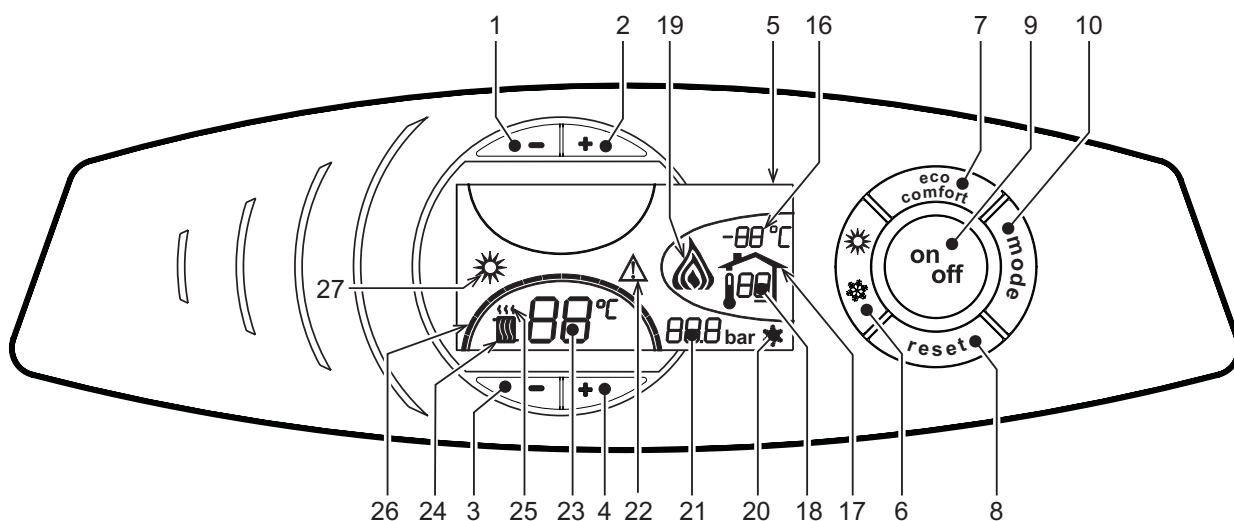
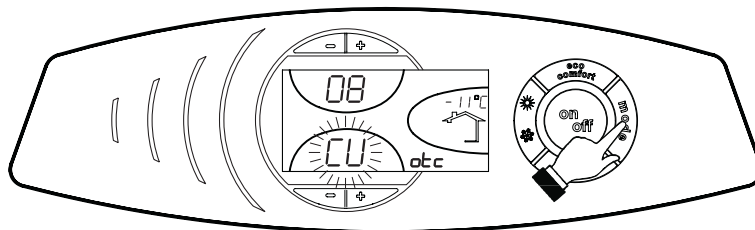
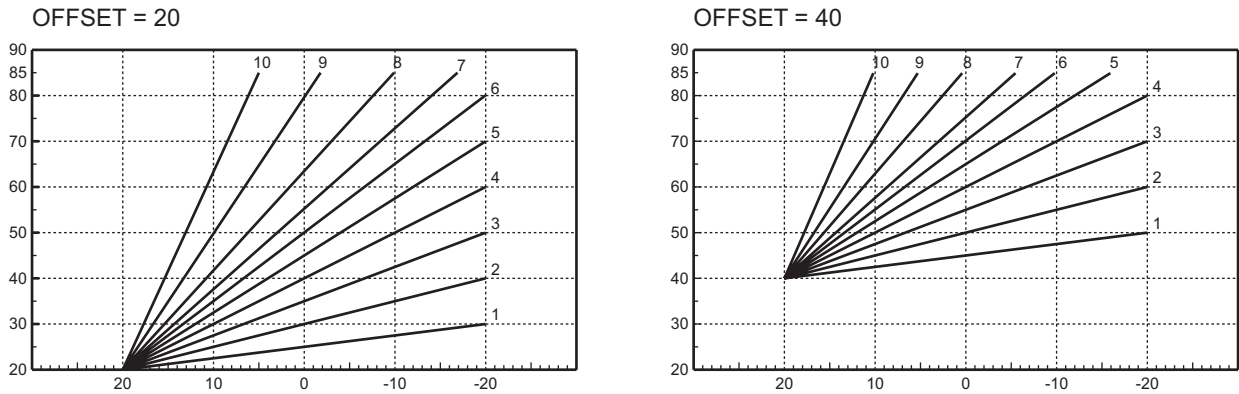

рис. 1 - Панель управления
рис. 10 - Кривая компенсации
рис. 13 - Пример параллельного смещения компенсационных характеристик
О поступлении команды на включение отопления (от комнатного термостата или от пульта ДУ с таймером) предупреждает мигание индикатора теплого воздуха, установленного на радиаторе (поз. 24 и 25 - рис. 1).
Индексные метки с подсветкой системы отопления (поз. 26 - рис. 1), загораются по мере приближения измеряемой датчиком температуры к заданному значению.
Нажмите кнопку  (поз. 9 - рис. 1) и держите ее нажатой в течение 1 секунды.
Для повторного включения котла снова нажмите кнопку  (поз. 9 рис. 1) и держите ее нажатой в течение 1 секунды.
- Нажмите кнопку ВКЛ/ВЫКЛ (9 - рис. 1)
Нажмите клавишу  (поз. 6 - рис. 1) в течение 1 секунды.
На дисплее высвечивается символ "Лето" (поз. 27 - рис. 1). При этом котел будет вырабатывать только воду для ГВС. При этом система защиты от замерзания остается активной.
Для выключения режима "Лето" вновь нажмите клавишу  (дет. 6 - рис. 1) в течение 1 секунды.
Температура в системе отопления регулируется в пределах от 30 °С до 90 °С с помощью клавиш  (дет. 3 и 4 - рис. 1); однако, не рекомендуется эксплуатировать котел при температуре ниже 45 °С.
Температура  в системе ГВС регулируется в пределах от 10°С до 65°С с помощью клавиш (поз. 1 и 2 - рис. 1).
При наличии датчика температуры наружного воздуха (опция) на дисплее панели управления (дет. 5 - рис. 1) отображается измеряемая этим датчиком температура. При этом система управления котлом работает в режиме "Плавающая температура". В этом режиме температура воды, подаваемой в систему отопления, регулируется в зависимости от климатических условий внешней среды с тем, чтобы обеспечить максимальный комфорт и экономию энергетических ресурсов в течение всего года. Так, при повышении внешней температуры понижается температура подачи воды в систему отопления, что производится по определенной "кривой компенсации".
С переключением на режим "Плавающей температуры" показатель температуры, устанавливаемый клавишами  (дет. 3 и 4 - рис. 1) соответствует максимальной температуре подачи воды в систему отопления. Рекомендуется устанавливать максимальное значение заданной температуры с тем, чтобы позволить системе регулировать изменение температуры во всем диапазоне значений.
При однократном нажатии кнопки  (поз. 10 - рис. 1) на дисплей выводится текущая компенсационная характеристика (рис. 10), которую можно изменить с помощью кнопок задания температуры воды ГВС  (поз. 1 и 2 - рис. 1).
При нажатии кнопок регулировки температуры отопления  (поз. 3 и 4 - рис. 1) открывается доступ к параллельному смещению характеристик (рис. 13), с помощью кнопок регулировки температуры в контуре ГВС  (поз. 1 и 2 - рис. 1).
Для выхода из режима параллельного изменения кривых еще раз нажать клавишу  (дет. 10 - рис. 1).
Если к котлу подключено устройство дистанционного управления с таймером (опция), вышеописанные операции могут производиться только так, как указано в таблица 1. При этом на дисплее пульта управления (дет. 5 - рис. 1) высвечивается температура в помещении, измеряемая устройством дистанционного управления.
Выбор режимов ECO/COMFORT	При отключении режима ГВС с пульта ДУ котел устанавливается в режим "Ecoonly". В этих условиях кнопка 7рис. 1 - на панели котла отключена.
При включении режима ГВС с устройства ДУ с таймером котел устанавливается в режим COMFORT. В этих условиях с помощью кнопки 7рис. 1 - на панели управления котла можно выбрать любой из этих двух режимов.